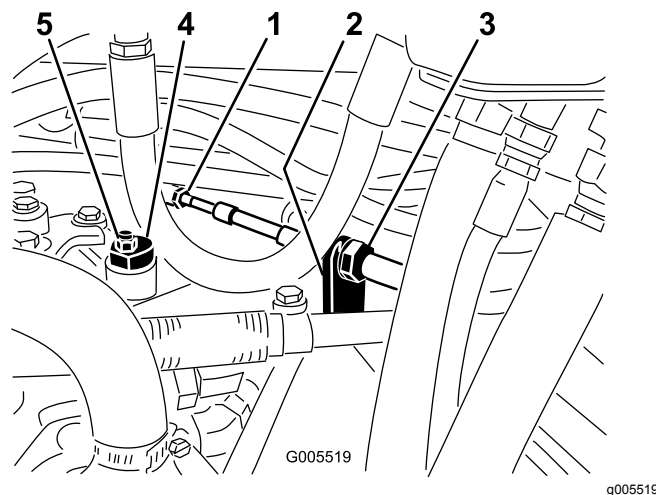

Figura 52
A. Liberte as porcas que fixam o cabo de tração ao anteparo do hidróstato (Figura 52). Certifique-se de que as porcas se encontram soltas de forma idêntica, de modo a permitir a operação de ajuste.
**Nota:** Liberte a porca que fixa o disco excêntrico ao cima do hidróstato (Figura 52).
- C. Rode o disco excêntrico até eliminar a deslocação em qualquer um dos sentidos. Quando a roda deixar de rodar, aperte a porca, bloqueando deste modo o disco excêntrico e fixando a posição de ajuste (Figura 52). Verifique se o ajuste é o adequado colocando o regulador nas posições Lento e Rápido.
- D. Aperte as porcas que se encontram em cada um dos lados do anteparo, fixando deste modo o cabo de tração ao anteparo (Figura 52) Não rode o cabo.